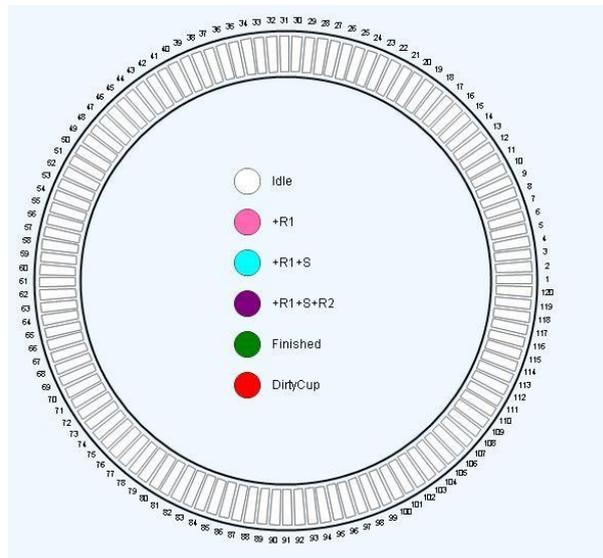

Figura 2-22 Monitor de bandeja de reação
**Monitoramento de reação:** A bandeja de reação pode exibir em tempo real o estado de reação durante os testes. Sob o menu "Monitor", clique no "Estado de reação", como mostrado na figura 2-22. Então, as diferentes cores mostram copos em estado de reação diferente.